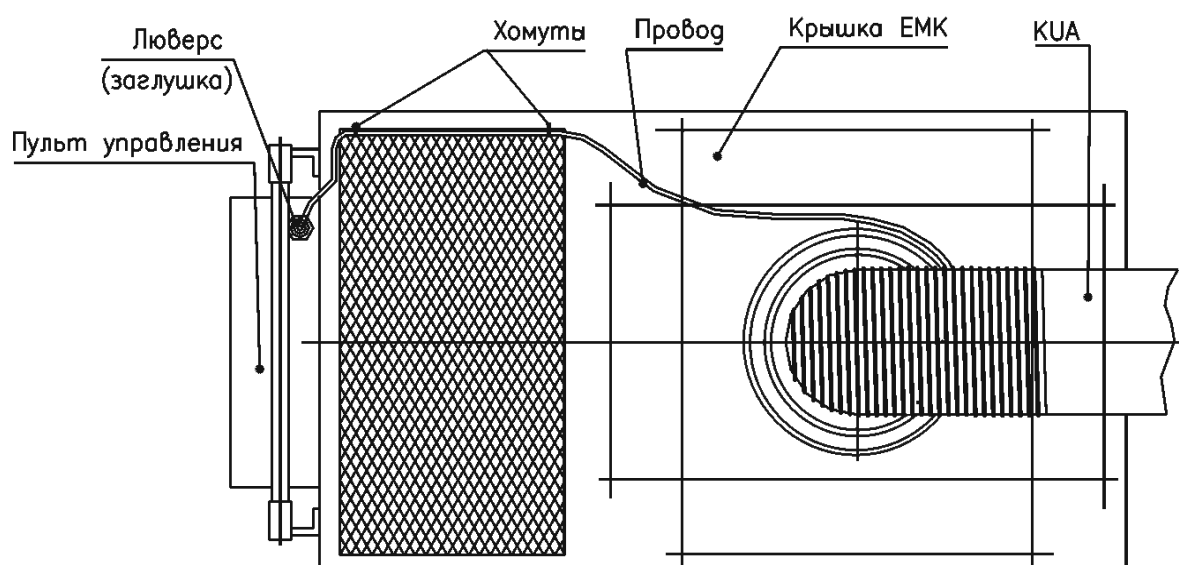

Рис. 8.3
8.2. Подключение подсветки (см. рис. 8.3)